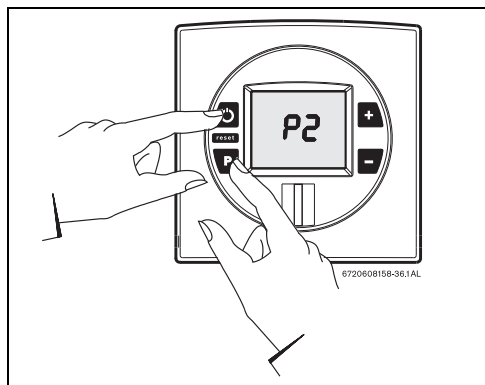

Fig. 50
- Mantener pulsada la tecla de programas y pulsar el interruptor principal ON/OFF para conectar el aparato (consultar la Fig. 50).